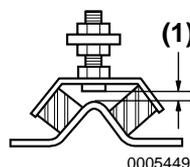

Figure 17
Remplacez-le si le jeu est inférieur à 1 mm (**Figure 17, (1)**). Contactez votre concessionnaire ou distributeur Yanmar Marine agréé pour connaître la procédure.